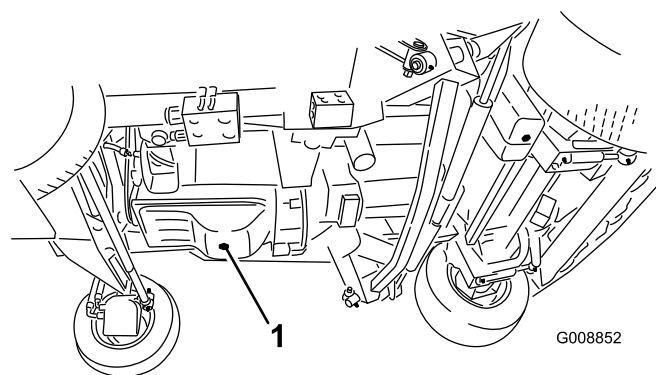

Figure 61
1. Retirez le bouchon de vidange (Figure 61) et laissez couler l'huile dans un bac de vidange. Remettez le bouchon quand la vidange est terminée.